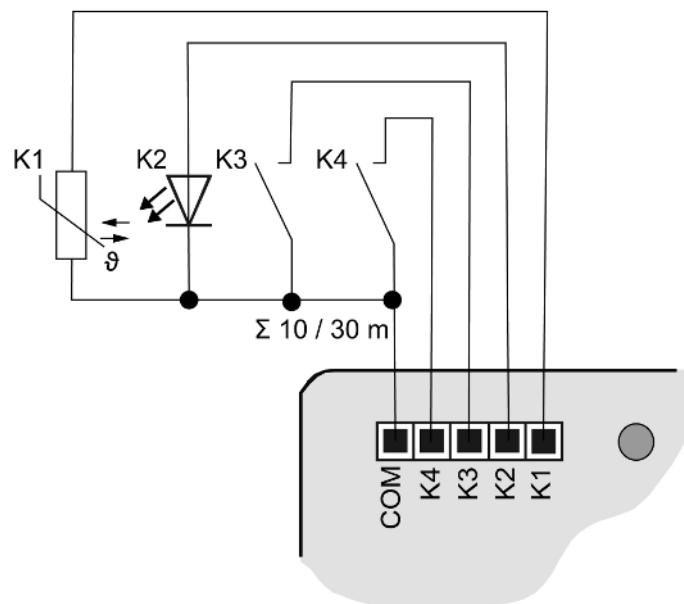
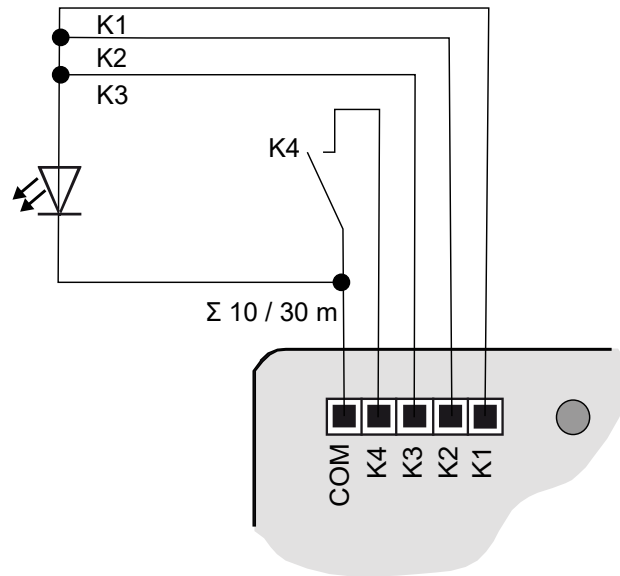

Bild 7: Anschlussbeispiel
Bild 8: Anschlussbeispiel mit parallelgeschalteten Ausgängen
- Optional (nur Variante "Komfort") (siehe Kapitel "Zubehör" ▶ Seite 26): Taster, Schalter, Kontakte, LED oder NTC gemäß Anschlussbeispielen mit beigelegten Anschlussleitungen anschließen. Die Anschlussbeispiele (Anschluss 4fach und (siehe Bild 8)) zeigen die Verwendung mit Eingängen, Ausgängen und Sensoren.
- Taster, Schalter, Kontakte, LED oder NTC gemäß Anschlussbeispielen mit beigelegten Anschlussleitungen anschließen ((siehe Bild 7) und (siehe Bild 8)). Die Anschlussbeispiele zeigen die Verwendung mit Eingängen, Ausgängen und Sensoren.
Parallelschalten von Ausgängen möglich, für Verbraucher mit höherem Strombedarf. Im Beispiel (siehe Bild 8) sind **K1-K3** parallel geschaltet.